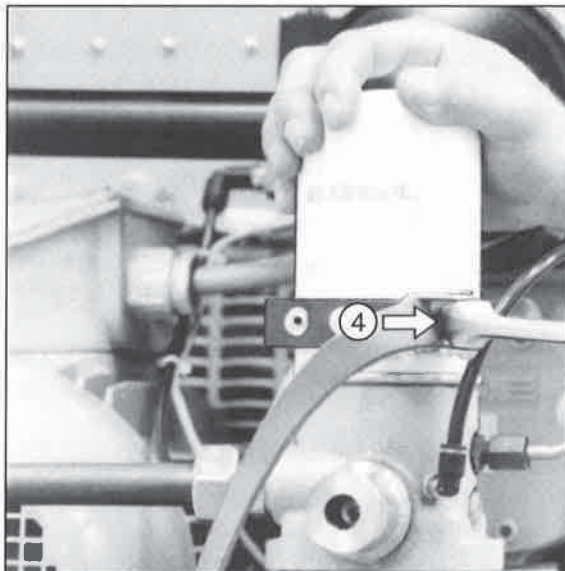

Abb. 6.9: Ölabscheider wechseln
- Verschmutzte Ölabscheider ④ von Hand oder mit einem Bandschlüssel entgegen dem Uhrzeigersinn abschrauben. Auslaufendes Öl dabei auffangen und umweltgerecht entsorgen.
- Neue Ölabscheider ④ (Abb. 6.9) von Hand im Uhrzeigersinn einschrauben.